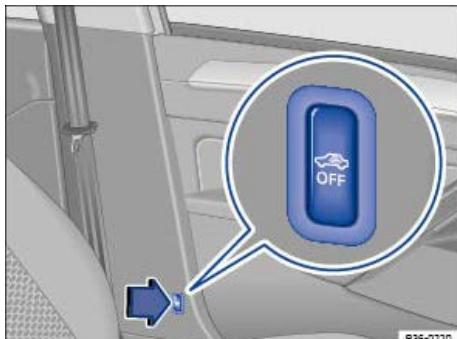

Abb. 40 Neben dem Fahrersitz: Taste zum Ausschalten der Innenraumüberwachung und des Abschleppschutzes.
Zum Ausschalten muss die Kontrollleuchte in der Taste  leuchten => Abb. 40 . Um die Kontrollleuchte einzuschalten, Zündung ausschalten => *Motor anlassen und abstellen* und die Fahrertür öffnen.
- Taste  drücken => Abb. 40 . In der Taste leuchtet eine gelbe Kontrollleuchte, bis das Fahrzeug verriegelt wird.
Wenn durch Drücken der Taste  die Innenraumüberwachung und der Abschleppschutz deaktiviert wurde => Abb. 40 , kann durch erneutes Drücken der Taste  die Innenraumüberwachung und der Abschleppschutz wieder aktiviert werden. Die gelbe Kontrollleuchte verlischt.